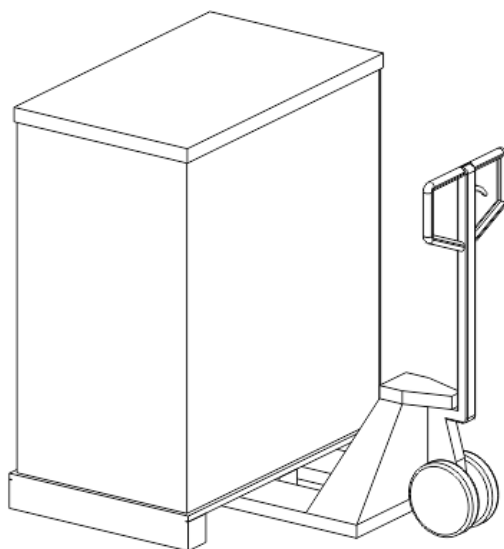

Figura 2-1
1. Utilizzare un carrello elevatore per trasportare il prodotto nell'area di installazione. Far riferimento alla Figura 2-1. Assicurarsi che la capacità del carrello elevatore sia sufficiente.